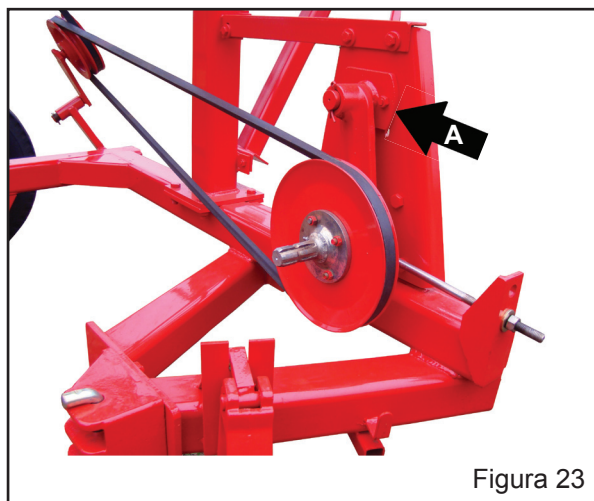

Figura 23
i) Efetue o nivelamento do cardan ajustando a polia de acionamento através da "corrediça" "A" (Figura 23) e parafusos de fixação. Para o alinhamento do cardan ao trator utilize os recursos de regulagem da barra de tração.